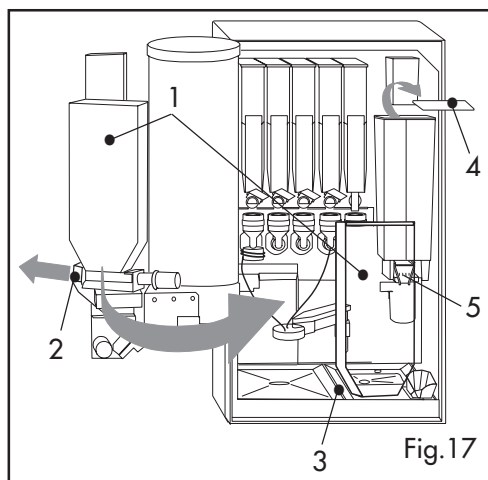

Fig. 17
- Haal de suikergeleider ref. 2 (fig. 17) eruit door deze op te tillen en te draaien.
- Haal de suikerbak ref. 1 (fig. 17) eruit door deze op te tillen en te draaien.
- Zet de bak ref. 1 (fig. 17) op de daarvoor bestemde steunen van de lekbak ref. 3 (fig. 17) en vul de bak bij waarbij u op moet passen dat u de bak niet meer dan 2/3 van de inhoud vult.
- Haal het deksel ref. 4 (fig. 17) eraf en vul de bak.
- Als u de bak eruit wilt halen, moet u eerst het "verplaatsbare schot" ref. 5 (fig. 17) dichtdoen door dit schot naar buiten te trekken.